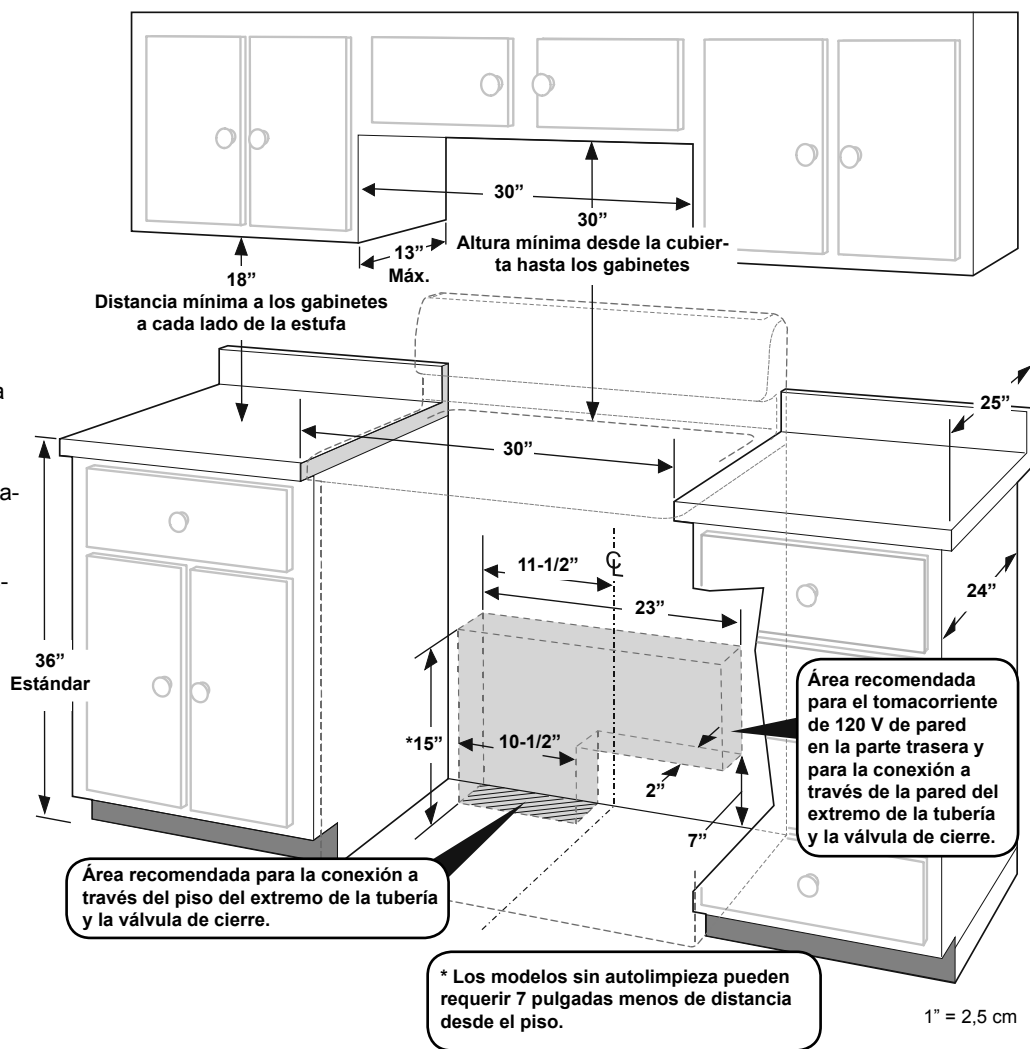

Fig. 1
- Si la profundidad de los gabinetes es mayor de 25", el marco delantero del horno debe extenderse por lo menos 1/2" más allá del frente del gabinete (vea la Fig. 1).